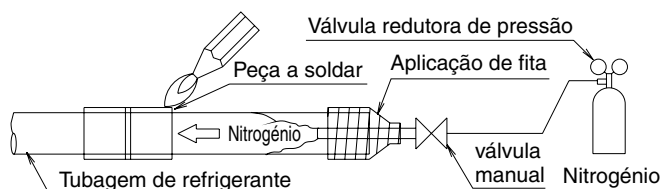

Fig. 9
- Ao soldar a tubagem de refrigerante, proceda primeiramente à substituição do nitrogénio ou efectue a soldadura (PRECAUÇÃO 2) enquanto abastece nitrogénio à tubagem de refrigerante (PRECAUÇÃO 1) e, finalmente, ligue a unidade interior recorrendo às ligações de alargamento. (Consulte a Fig. 9)